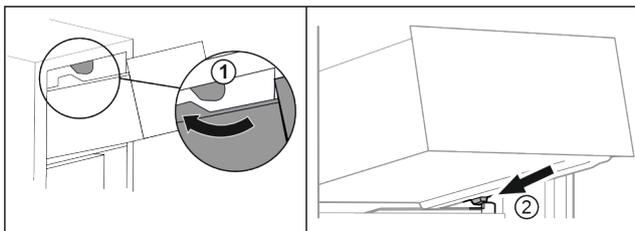

Fig. 17
- ▶ Guider le tiroir en contournant les butées supérieures. Fig. 17 (1)
- ▶ Placer le tiroir, en l'inclinant, derrière les butées inférieures sur la nervure de récipient. Fig. 17 (2)